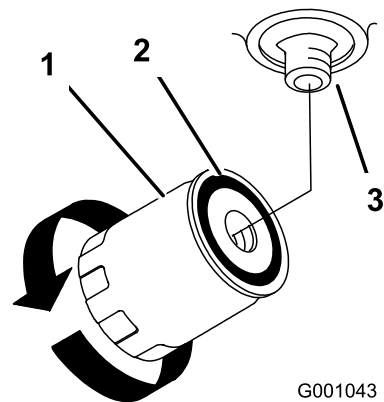

Bild 50
5. Entfernen Sie den Altfilter und wischen die Dichtfläche am Anbaustutzen (Bild 50) ab.
9. Drehen Sie den Ölfilter nach rechts, bis die Gummidichtung den Anbaustutzen berührt. Ziehen Sie ihn dann um eine weitere 1/2 Umdrehung fester (Bild 50).